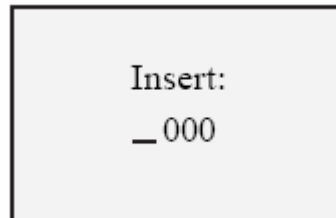

Рис. 4.15
1. нажмите **OK** когда курсор находится на поле <Insert FB> в режиме <Editor> (создания программы). Устройство переходит к подготовке создания нового блока как показано на Рис. 4.15